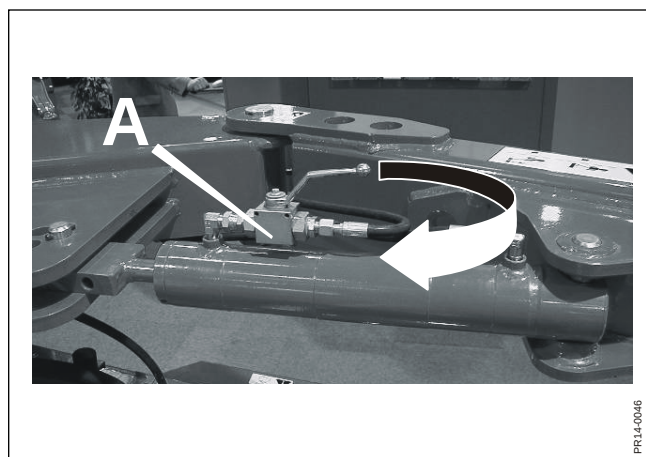

Fig. 3-4
- Fig. 3-4 Efter att maskinen har vridits över i transportläge, så att den löper bakom traktorn, skall kulventilen **A** vid cylindern för dragstången stängas. Vrid handtaget på kulventilen, i pilens riktning, så som visas på figuren, för att stänga oljetillförseln. Ventilen är stängd, när handtaget står på tvären i förhållande till cylindern. Kranen skall stängas för att skydda mot slangbrott eller oavsiktlig manövrering av traktorns hydraulpak under transport, så att maskinen inte svänger ut mot arbetsläge och därmed ökar transportbredden.